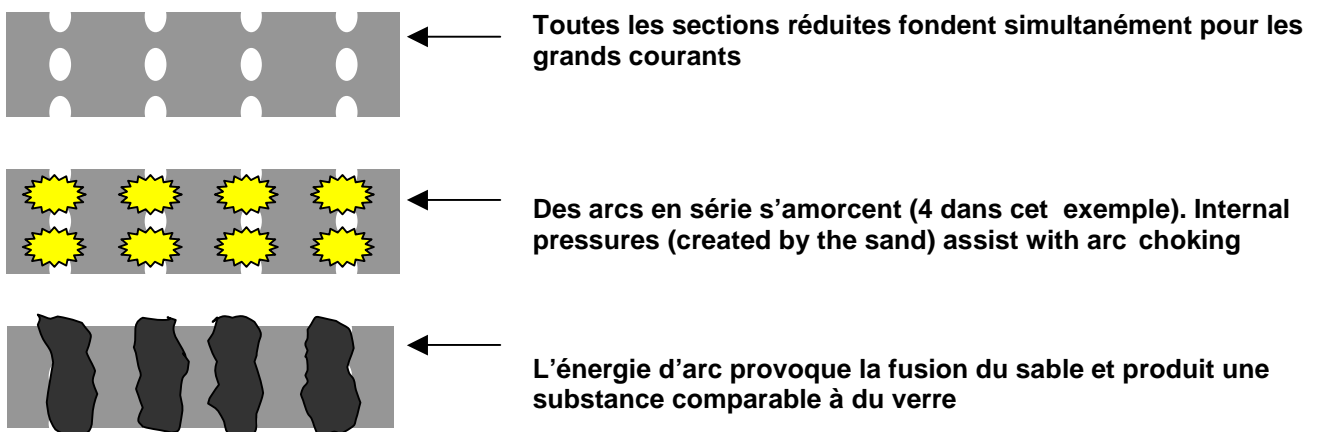

Figure 8
- **Arc:** dès que les sections réduites ont fondu des arcs s'amorcent. (figure 8)